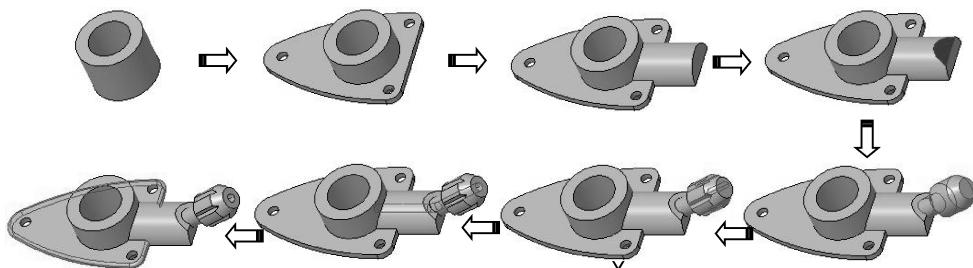

图 3-100 建模流程图解
- (1) 参照三视图, 确定建模起点在【剖面 K - K】主视图  $\varnothing 32$  圆柱体底端平面的圆心上。
- (2) 基于从下往上、由内向外的建模原则。
- (3) 所有特征的截面曲线来自于各个视图的轮廓。
- (4) 建模流程的图解如图 3-100 所示。